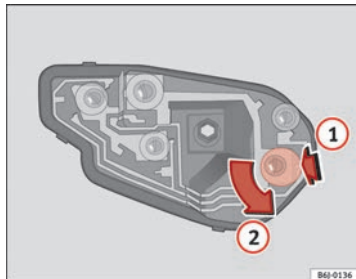

Fig. 164 Cambio lámparas luces posteriores
- Una vez retirado el portalámparas, presione hacia abajo en el sentido de la flecha (1) y gire a la vez en sentido de la flecha (2) ⇒ fig. 164.